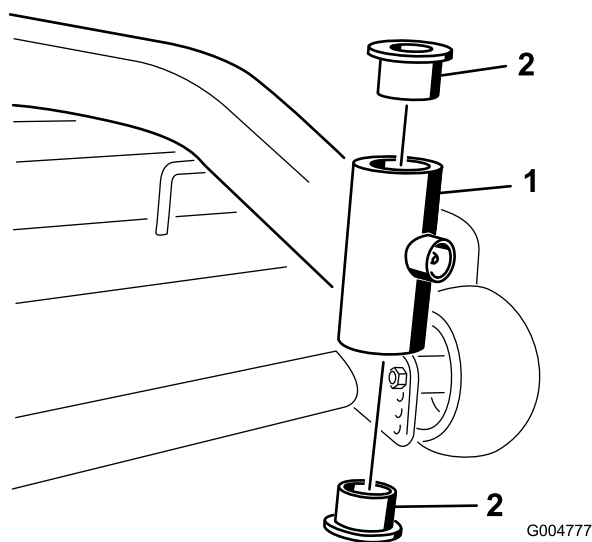

Figura 38
4. Inserite un punzone a perno nel tubo di montaggio ed estraete con cautela le boccole (Figura 38). Pulite l'interno del tubo di montaggio.